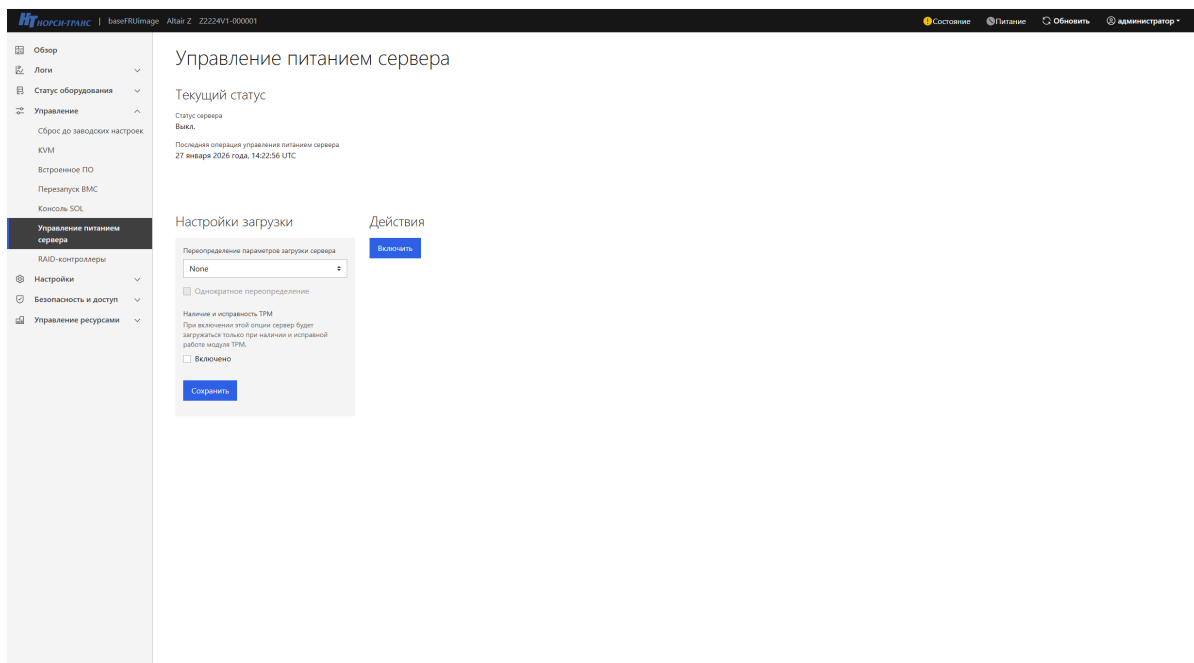

Рис. 72. Окно «Управление питанием сервера»
- 6) Пройдите во вкладку «Управление» → «Управление питанием сервера» в данной вкладке отображается текущий статус сервера, осуществляется удаленное управление питанием сервера. Во вкладке «Действия» осуществляется перезагрузка сервера или его выключение. Окно показано на рис. 72 Окно «Управление питанием сервера»